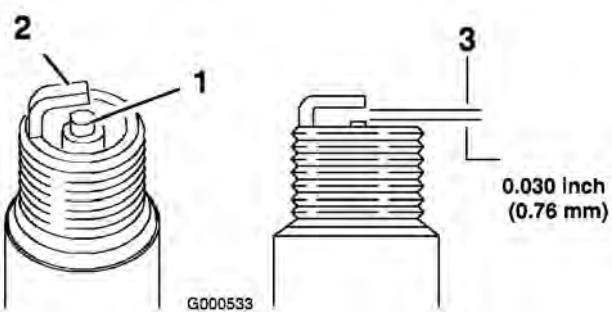

Bild 32
1. Sehen Sie sich die Mitte der Zündkerze(n) an (Bild 32). Wenn der Kerzenstein hellbraun
2. Prüfen Sie den Abstand zwischen den mittleren und seitlichen Elektroden (Bild 32). Verbiegen Sie die seitliche Elektrode (Bild 32), wenn der Abstand nicht stimmt.